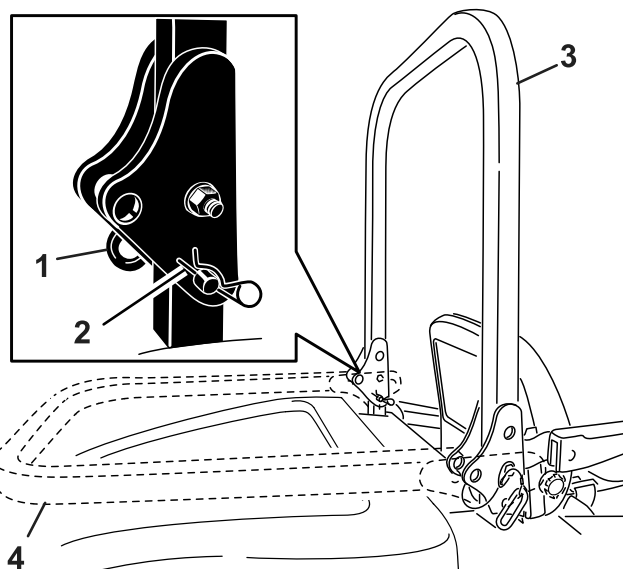

Figura 23
2. Con il roll bar in posizione sollevata, rimuovete le coppiglie e le 2 spine (Figura 23).